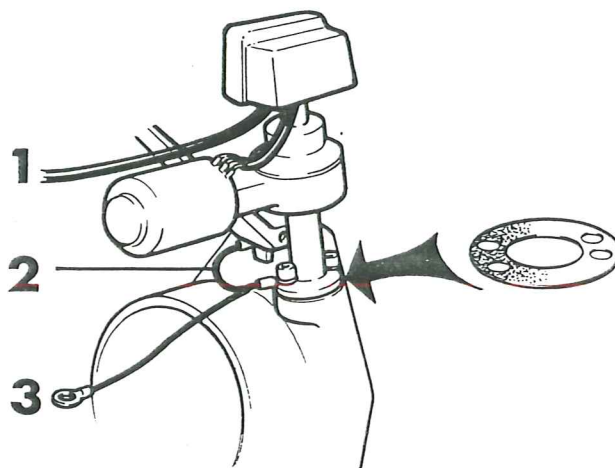
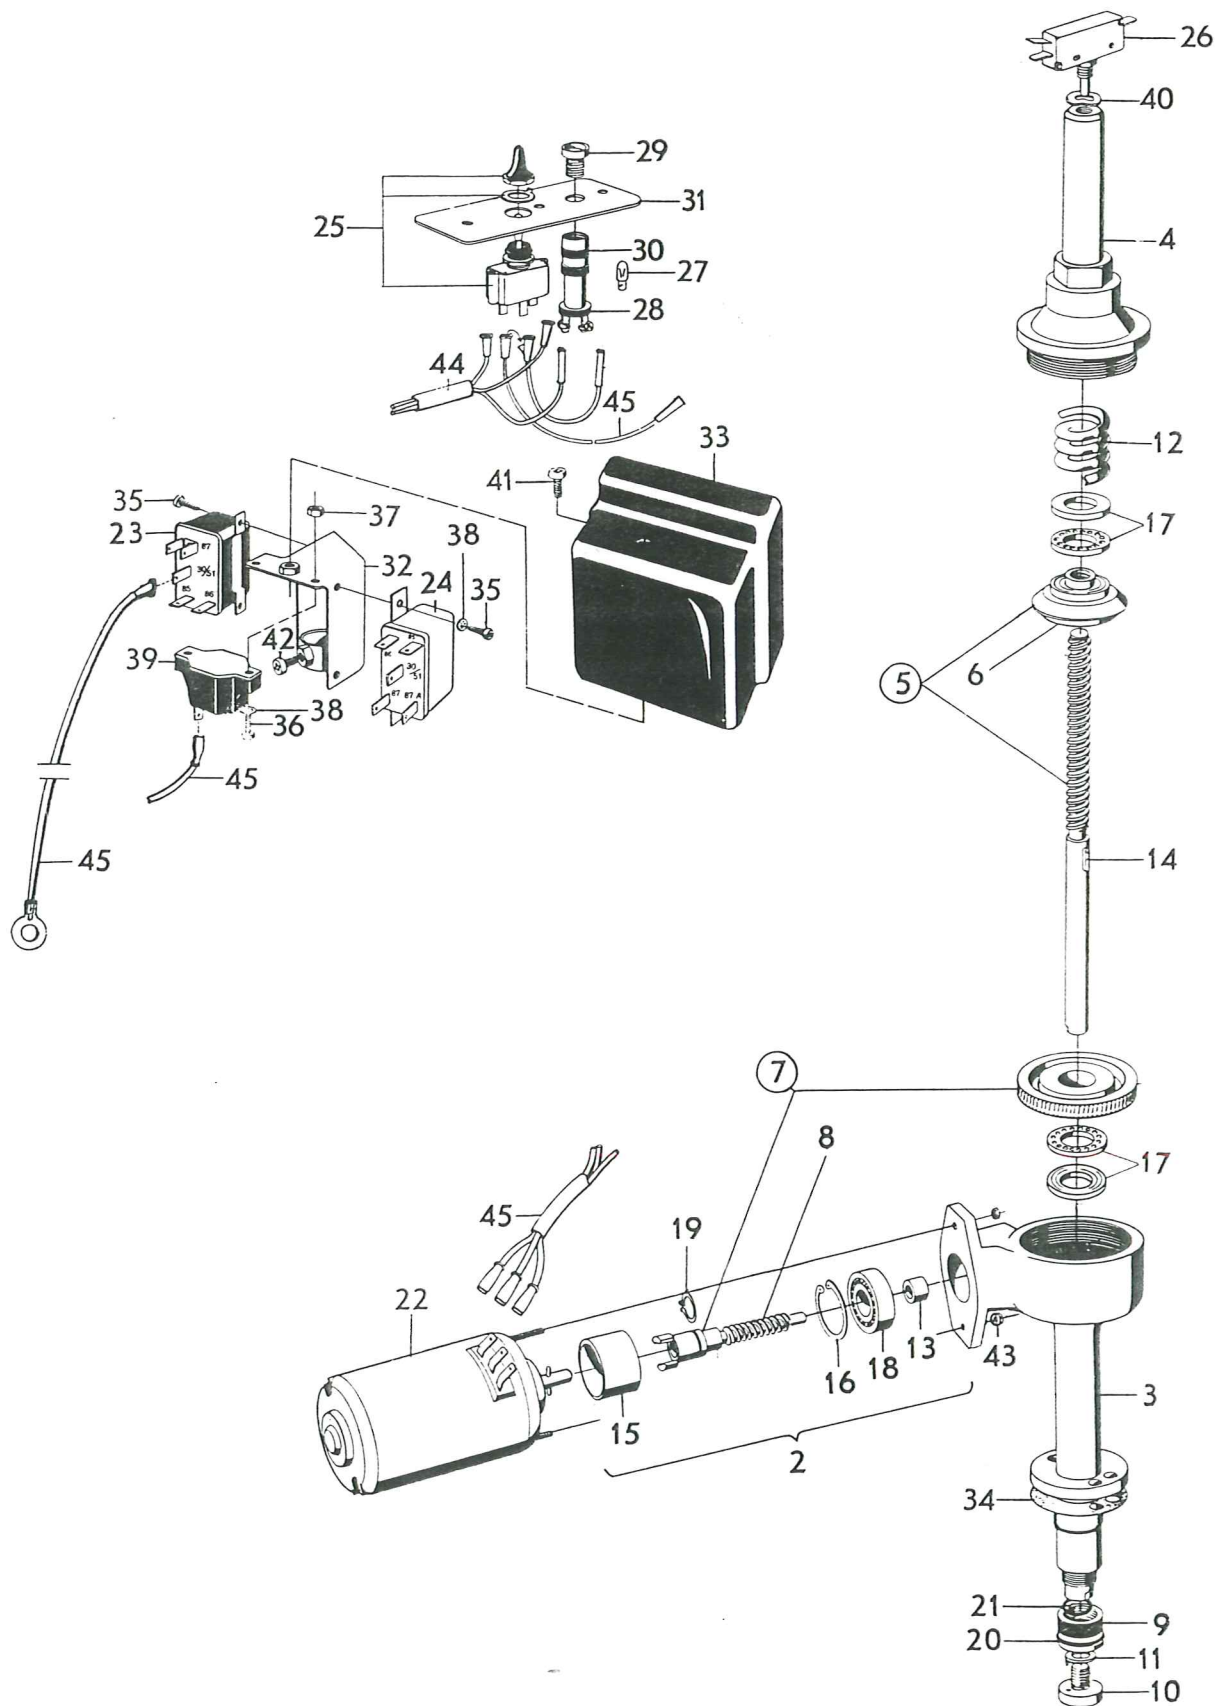

Fig. 52
Fig. 55 Elektromekanisk lyft
1. Demontera skyddskåpan och tag bort strömbrytaren (26 fig. 55) samt konsolen med reläerna (23 och 24).
2. Lossa muttrarna och tag bort el-motorn (22).
3. Slå upp låsbrickan (11) samt skruva ur anslagsskruven (10) och tätningsmuttern (9).
4. Skruva av överdelen (4) och lyft ur skruvstången (5) fjädern (12), lagren (17) och snäckhjulet (7).
5. Drag ur styrningen (15) och snäckskraven (8) med lagret (18).
7. Montera lyften i omvänd ordning mot demonteringen. Smörj vid monteringen in detaljerna med universalfett och fyll huset i överdelen med fett. Anslut jordkabeln som fig. 52 visar.
Står ej drevet kvar i uppfällt läge, spänner fjädern (12 fig. 55) för dåligt. Placera en bricka (det.nr 955901) under fjädern. Går drevet ej att trycka ner för hand (ca 75 kg vid fenan) lossa överdel (4) något. Låsning av överdel behövs ej enär fjädertrycket spärrar den.